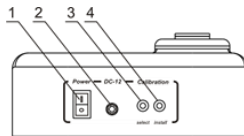

Рисунок 2. Задняя панель DEN-1/DEN-1B
- 2.2.4.2 **Прозрачный стандарт.** На дисплее появится индикация 0.00. Вставьте в гнездо (рис. 2/1) стандарт для значения 0.00. Если такой стандарт недоступен, наполните пробирку, используемую для обычных измерений, дистиллированной водой. Используйте пробирку как стандарт 0.00. Нажмите кнопку **Install** для сохранения значения прозрачного стандарта. Экран покажет следующее требуемое значение калибровки.
- 2.2.5. **Общие правила калибровки.** На дисплее появится индикация соответствующего значения калибровки. Вставьте в гнездо (рис. 2/1) стандарт для этого значения и нажмите кнопку **Install** для сохранения значения данного стандарта.